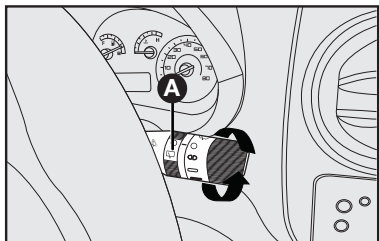

fig. 57
Limpador/lavador do vidro traseiro - fig. 57 e 58
1) Girar a empunhadura **A-fig. 57** da posição **O** para